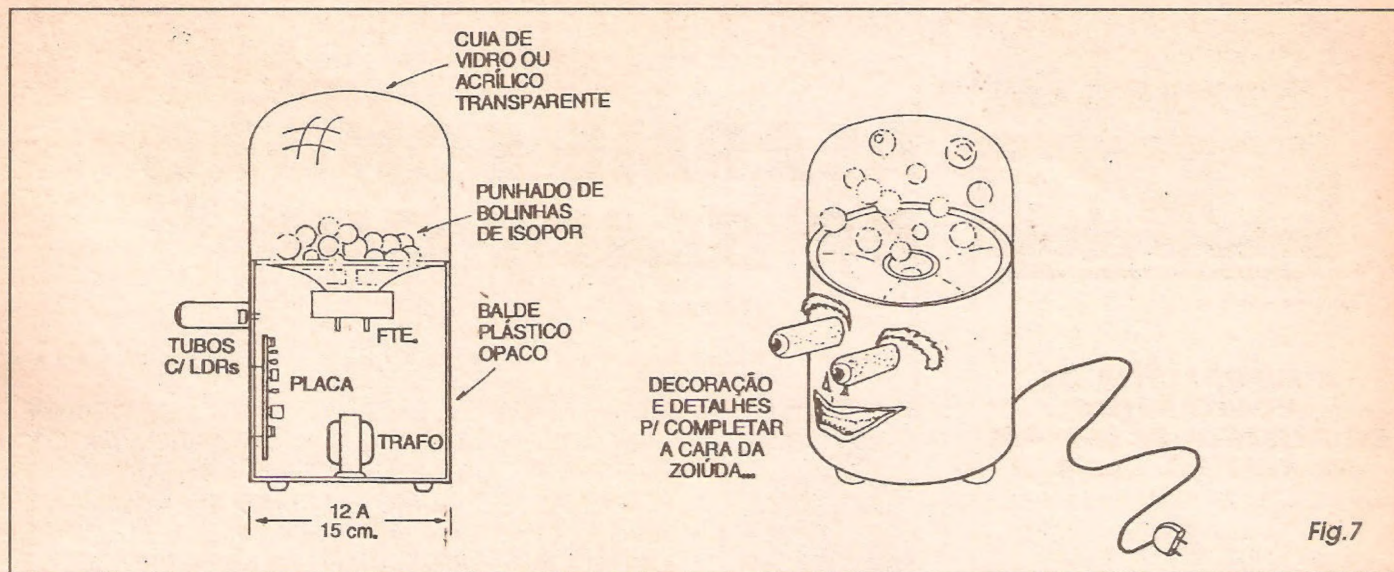

Fig.7
- FIG. 7 - DANDO FORMA FINAL À...COISA... - Os dois itens da figura dão suficientes detalhes práticos para que os leitores/hobbystas entendam o verdadeiro *espírito da coisa*... A parte principal da *cabeça de robô* (ou corpo da *pipoqueira*...) é formada pelo balde plástico (ou *container* cilíndrico equivalente...), nele sendo embutidos os principais módulos do circuito, transformador, placa, etc. O interruptor e o *rabicho* podem ser posicionados na base ou na traseira do conjunto, ficando a parte inferior guarnecida pelos pés de borracha, parafusados ou colados... Na *boca*